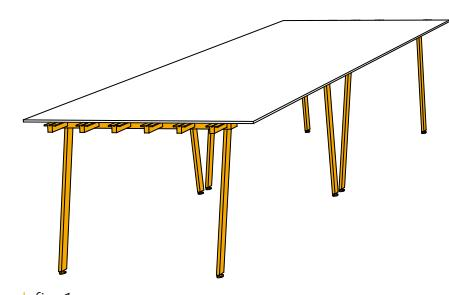

fig. 1
- Il est recommandé de n'effectuer toute opération de coupe que sur une surface parfaitement stable et plane (fig. 1);